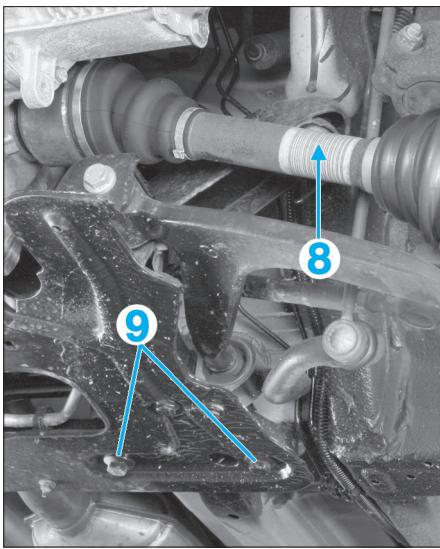

FIG. 12
- De chaque côté (**Fig.12**) :
- desserrer, sans les déposer, les vis (8),
- déposer les vis (9).